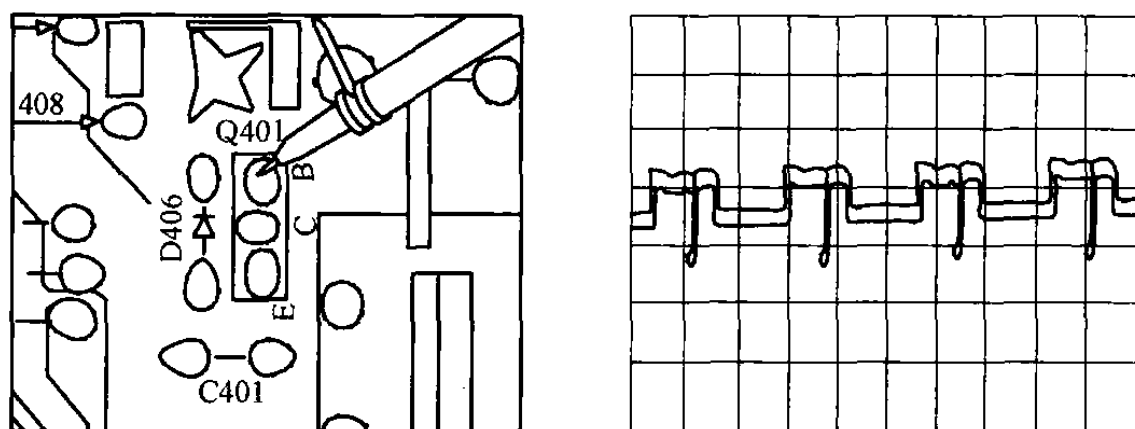

图 2-43 检测 Q401 的基极
③ 集成电路 LA76810②脚输出的行脉冲先送到行激励晶体管 Q401 的基极,首先用示波器检测一下 Q401 的基极是否有行脉冲,检测部位及正常的信号波形如图 2-43 所示。正常工作时该信号的幅值大约为 1.5 V。若有这个信号,则表明 LA76810 工作正常。